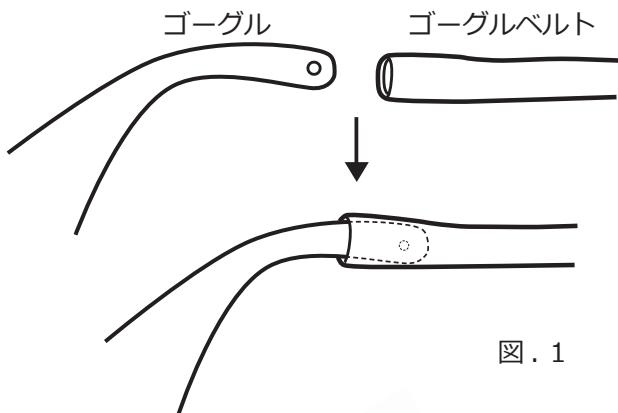

図. 1
- ① ゴーグルに割れ、ヒビ、破損などがないことを確認してください。
- ② ゴーグルベルトを図.1のように装着してください。